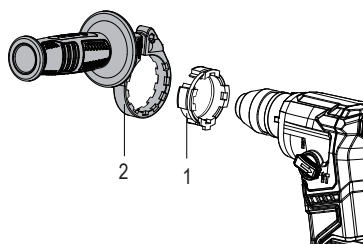

Fig.2
sujeto. Coloque la empuñadura auxiliar (2) en el espaciador (1) y gírelo hasta que quede firmemente en su lugar (Fig.2).